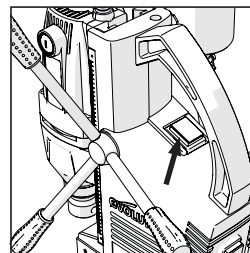

Fig. 6
- Azionare l'interruttore a bilanciere On/Off **(Fig. 6)** per avviare o spegnere il motore dell'utensile.